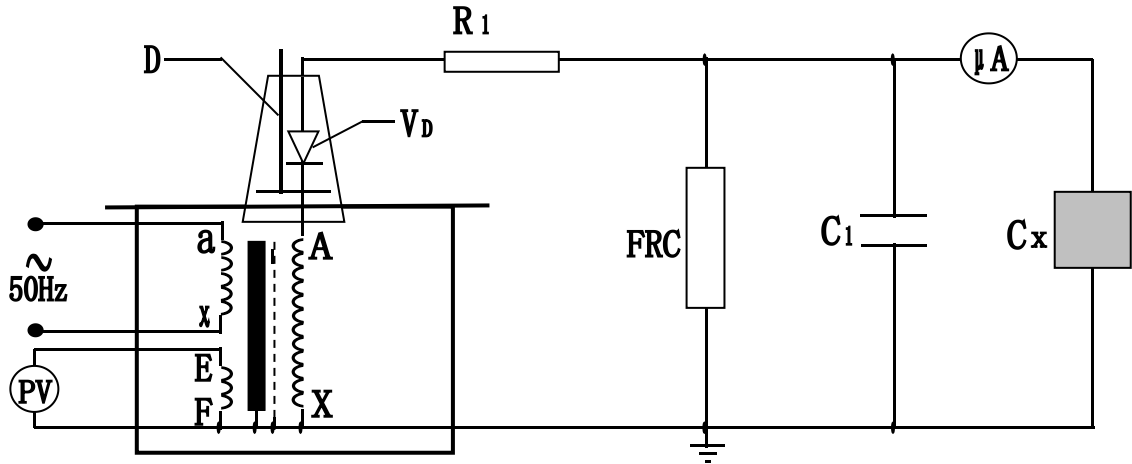

图 7：高压直流泄露试验接线图
5、 耐压试验装置在做被试品的直流耐压或泄露试验时接线原理图如图 7。
注：此试验应先抽出短路杆“D”，图 7 中所示。